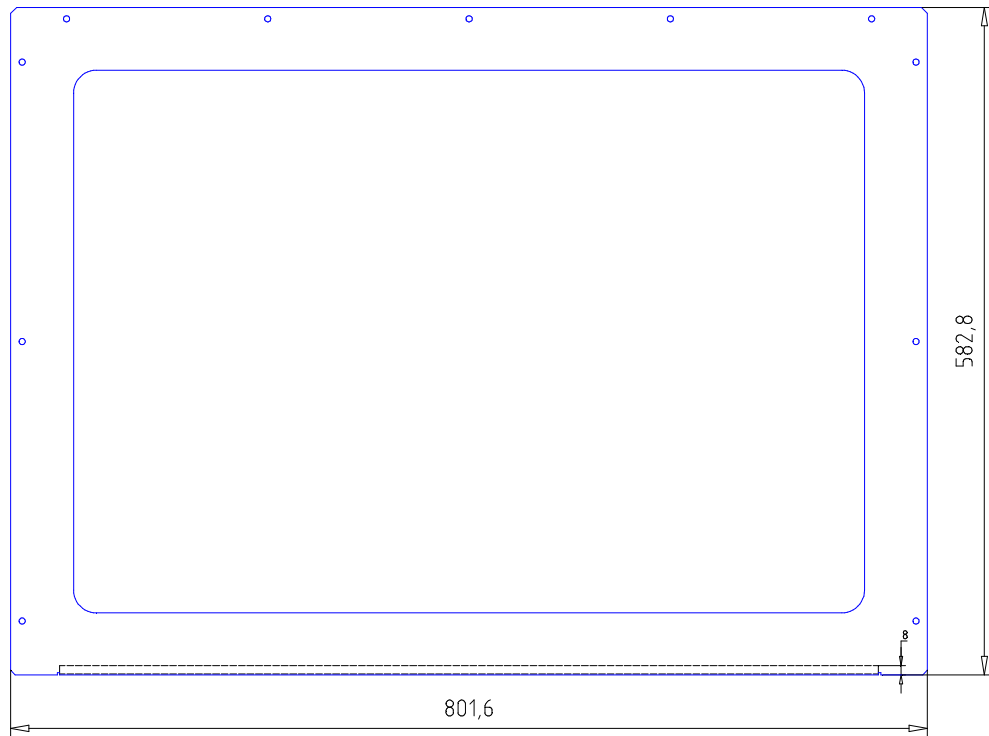
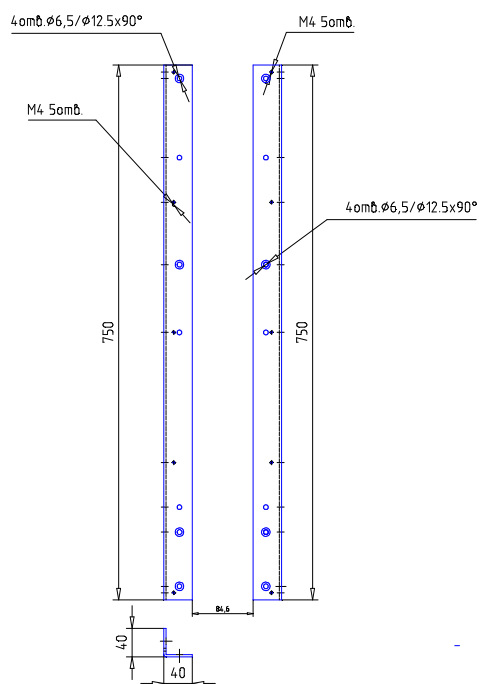
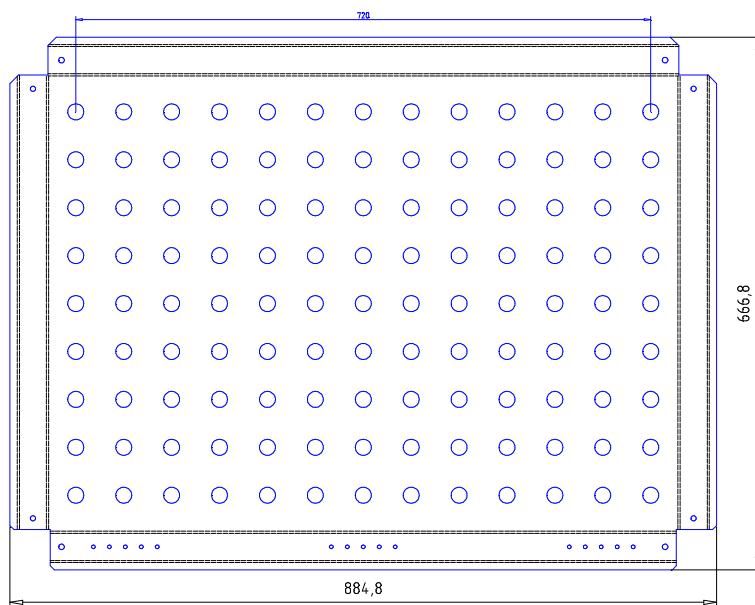

Рисунок 3.1 – Батарейный стеллаж Штиль MBS-04. Крышка верхняя
Рисунок 3.5 – Батарейный стеллаж Штиль MBS-04. Стойка задняя
Рисунок 3.6 – Батарейный стеллаж Штиль MBS-04. Полка
4.2 Соединить винтами М6*16 полки изделия (рисунок 3.6) со стойками задними (рисунок 3.5).
4.3 Соединить винтами М6*16 полки изделия (рисунок 3.6) со стойками передними (рисунок 3.3).
- 4.6 Закрепить винтами М4*6 верхнюю крышку изделия (рисунок 3.1) на стойках (рисунок 3.5 и 3.6)